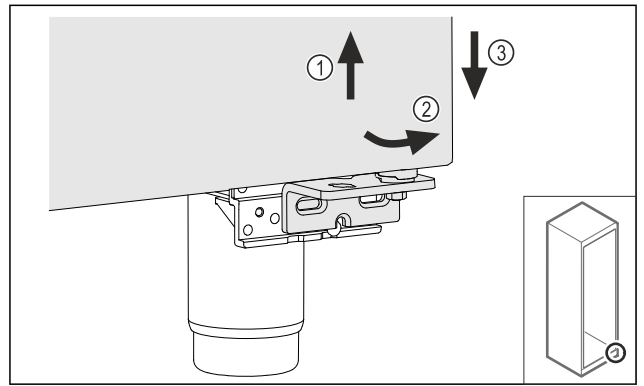

Fig. 19
- ▶ Levantar ligeramente la puerta Fig. 19 (1): inclinarla hacia delante por la parte inferior Fig. 19 (2) y bajarla Fig. 19 (3).